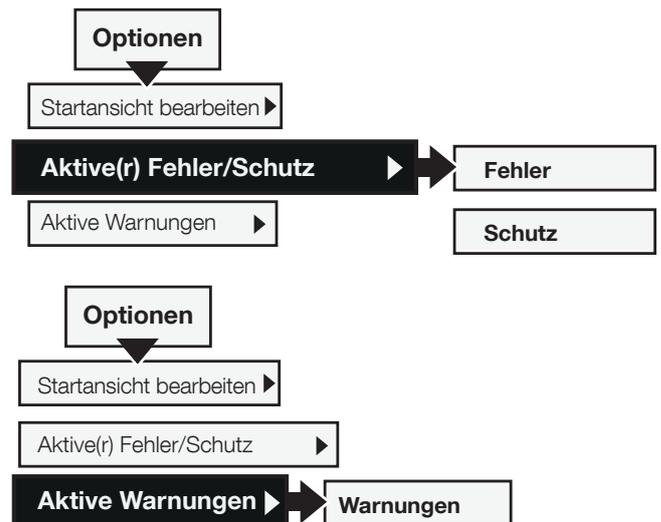

Abbildung 6.15
Min. Signal anzeigen als - Drücken Sie auf „Bearbeiten“, um den skalierten Mindestwert in der Startansicht auszuwählen. Ändern Sie den Wert mithilfe der Navigationstasten. Drücken Sie auf „Speichern“, um den Wert zu speichern. Siehe ③ in **Abbildung 6.15**.
Max. Signal anzeigen als - Wählen Sie den skalierten Höchstwert aus, der in der Startansicht angezeigt werden soll. Ändern Sie den Wert mithilfe der Navigationstasten. Drücken Sie auf „Speichern“, um den Wert zu speichern. Siehe ③ in **Abbildung 6.15**.
Anzeige-Einheit - Geben Sie die Einheit ein, die in der Startansicht angezeigt werden soll. Sie können eine Einheit mit bis zu 10 Zeichen eingeben. Ändern Sie die Anzahl mithilfe der Navigationstasten. Drücken Sie auf „Speichern“, um den Einheitennamen für die Startansicht zu speichern. Siehe ④ in **Abbildung 6.15**.
Für Informationen zur Navigation siehe **Abbildung 6.15**.